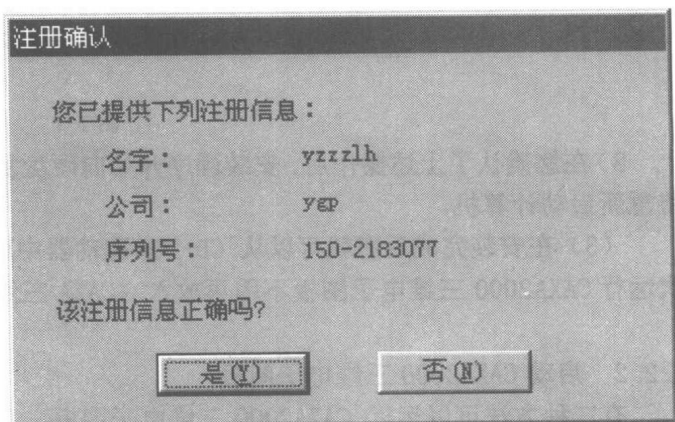

图 1-5
5) 注册确认 (见图 1-5)。在您确认您的姓名及所在单位和产品序列号输入正确后, 按“是”继续安装程序, 按“否”则修改上述信息。软件的序列号您可以从“软件的使用授权证书”得到。